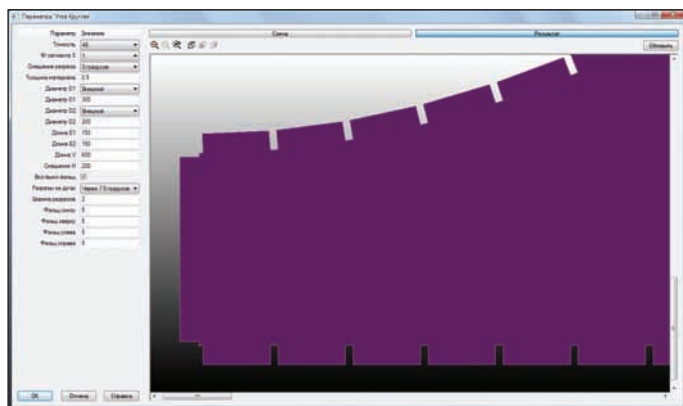

Рис. 6. Встраивание фальцев
**Соединительные элементы.** Для соединения внутренних частей воздуховода, а также соединения деталей между собой могут встраиваться дополнительные элементы – фальцы, снабженные разрезами (рис. 6). Независимое друг от друга задание ширины фальцев на разных частях развертки детали позволяет учитывать их индивидуальное назначение.